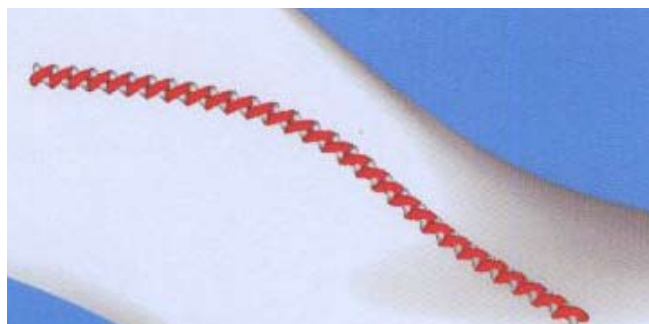

Рис. 97
- Нажмите **Apply**, чтобы применить шов к выделенной линии (рис. 97).